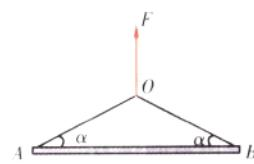

图 1-3-5
2. 要求起重机匀速起吊重力 $G=1.2 \times 10^5 \text{ N}$ 的均匀混凝土梁 AB，两钢索 OA、OB 与梁之间的夹角相等，如图 1-3-5 所示，夹角 α 应不小于多少？已知钢索所能承受的最大拉力为 $T_m=1.0 \times 10^5 \text{ N}$.